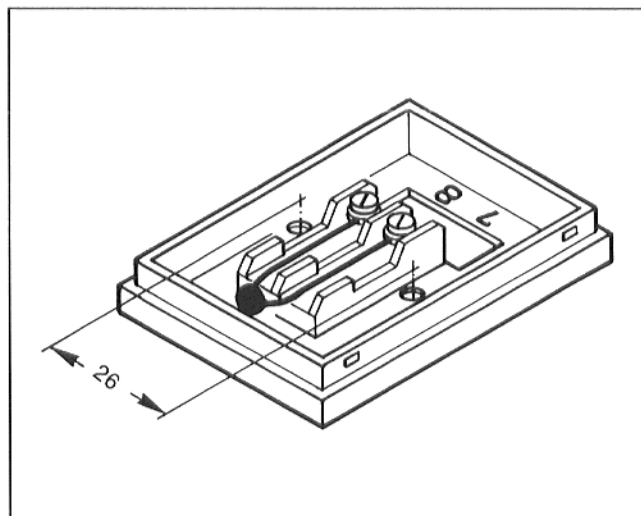

Fig. 2
- 2.2 A l'aide des vis et chevilles jointes fixer la sonde d'ambiance à l'endroit approprié (Fig. 2).